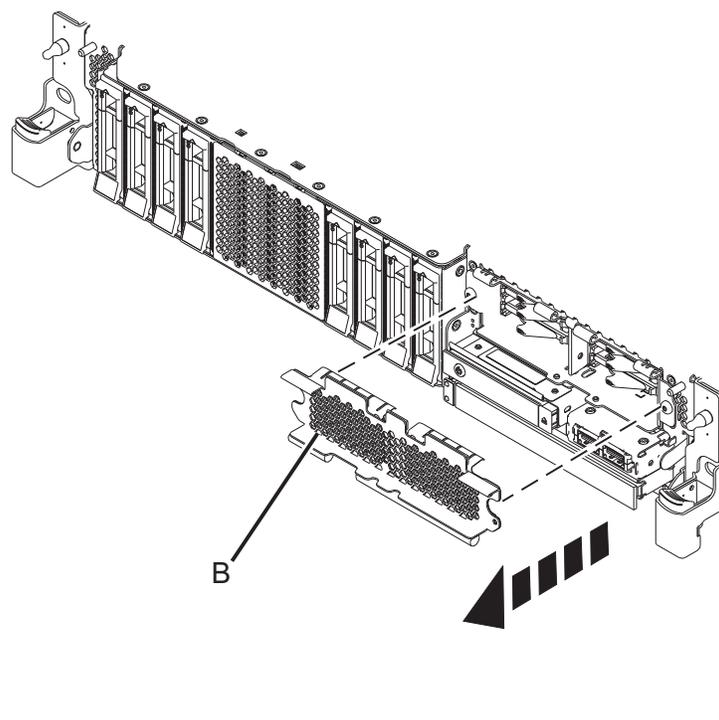

Figura 76. Extracción de la cubierta del receptáculo de la SSD para acceder a las ranuras de SSD en un sistema función ampliada
13. Para acceder a las ranuras SSD, extraiga la placa perforada (B) que cubre el receptáculo de la SSD tal como se muestra en Figura 76.